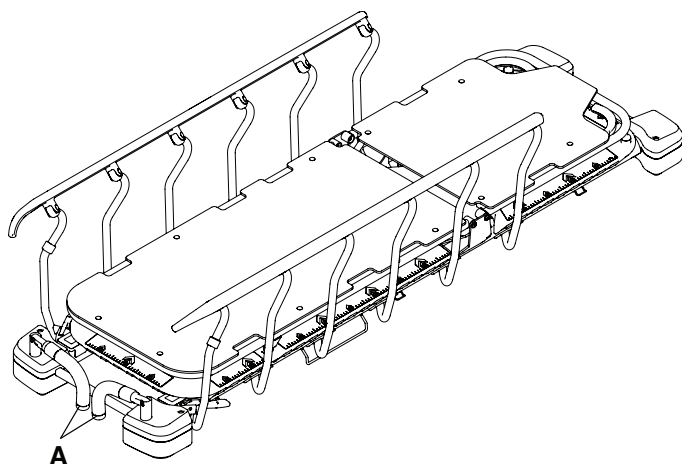

图 9 – 收起足端推动把手
4. 采取相反的操作步骤收起足端推动把手(A) (图 9)。